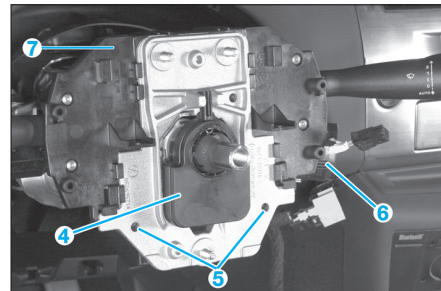

Fig. 6
- le capteur d'angle du volant de direction (Fig.6),